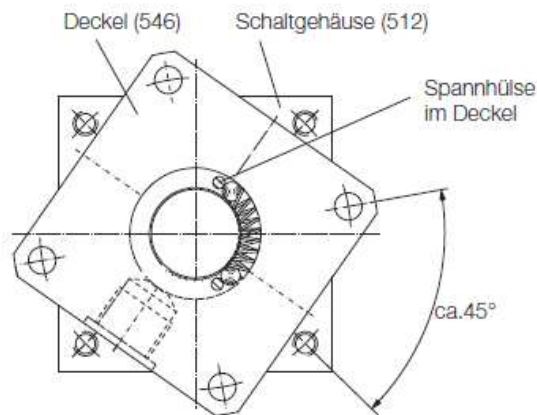

Bild 1: Schaltgerät - Entspannen der Rückstellfeder
Vor dem Abnehmen des Deckels (546) ist die Rückstellfeder (544) zu entspannen. Dazu muss der Deckel (546) auf dem Schaltgehäuse (512) aufliegend, zunächst gegen den Uhrzeigersinn um ca. 45° gedreht werden (siehe Bild 1: Schaltgerät - Entspannen der Rückstellfeder).